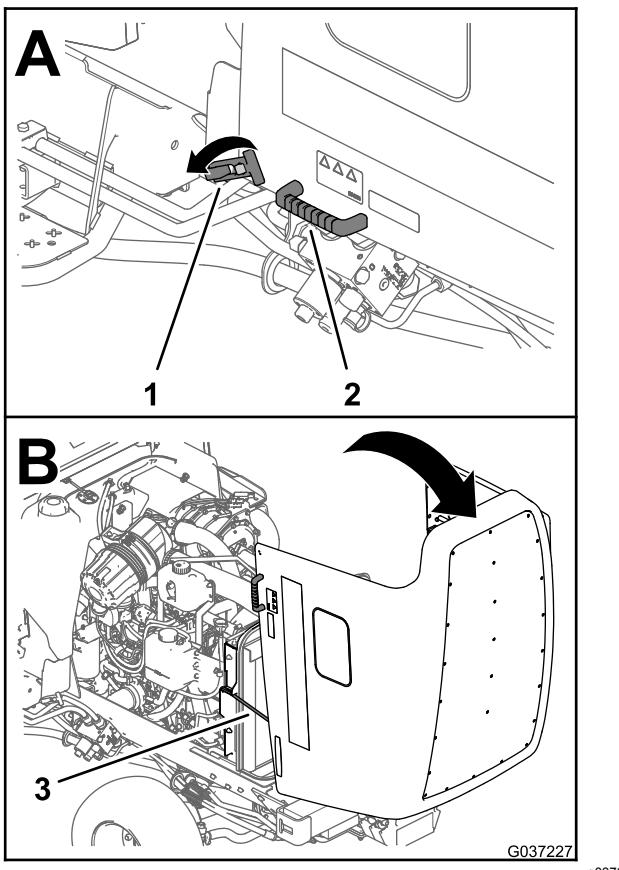

Figura 73
2. Rilasciate i 2 fermi negli angoli inferiori anteriori del cofano (Figura 73).
3. Utilizzando le maniglie adiacenti ai fermi, sollevate e portate indietro il cofano fino a quando le 2 aste di sostegno non sono in sede nelle 2 rispettive staffe (Figura 73).